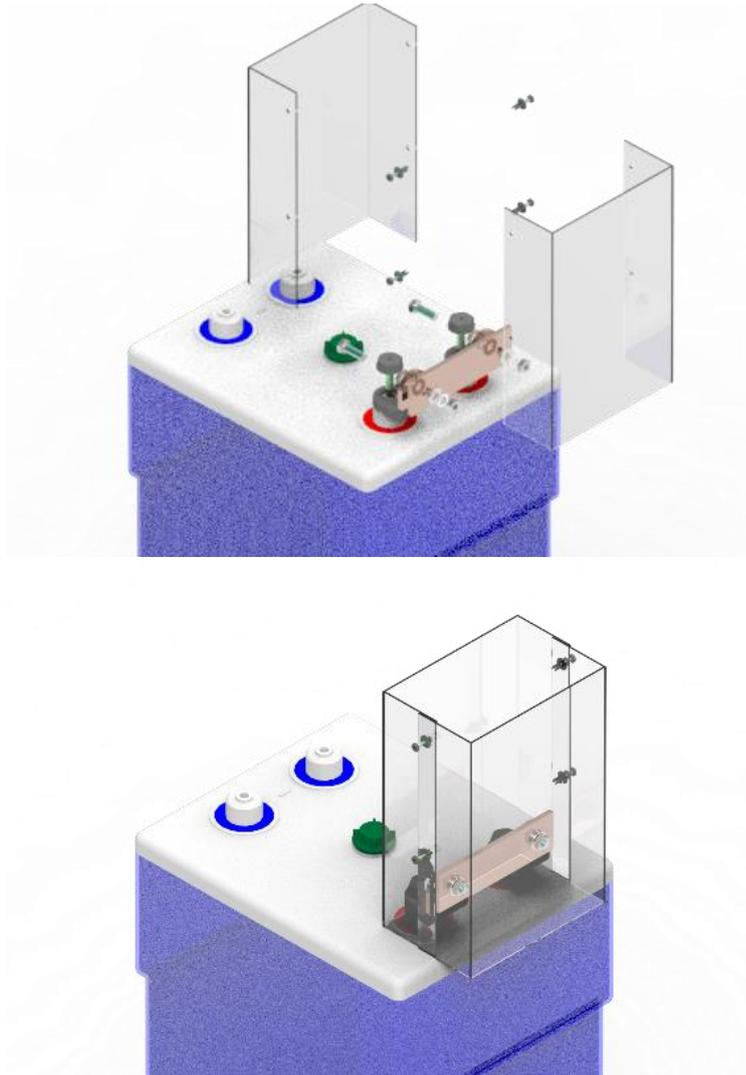

Abbildung 6.6.8-1 - Montage der Anschlussplatte an die Endpole der Batterie
Insgesamt gibt es 11 verschiedene Typen von Anschlussplatten (vgl. Abbildung 6.6.8-1). Anschlussplatten kommen immer dann zum Einsatz, wenn Leitungen an Zellen mit mehreren Batteriepolen angeschlossen werden müssen.
1. Anschlusswinkel auf die Endpole der Batterie aufschrauben (vgl. Abbildung 6.6.8-1).